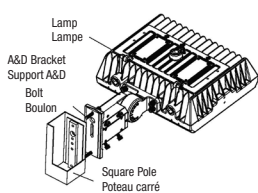
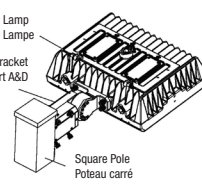
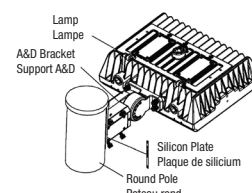

Figure 26
Figure 27
Figure 28
Step 2 (for square pole): Fix A&D bracket to square pole with bolt (Figure 26, Figure 27). Same as round pole installation, please remember to use the adapting plate for round pole installation (Figure 28).
Notice: 1. Adjustable angle is 0-90°(Figure 26).
Étape 2 (pour un poteau carré) : Fixez le support A&D au poteau carré à l'aide d'un boulon (Figure 26, Figure 27). Comme pour l'installation sur poteau rond, n'oubliez pas d'utiliser la plaque d'adaptation pour l'installation sur poteau rond (Figure 28).
Remarque : 1. L'angle réglable est de 0-90° (Figure 26).